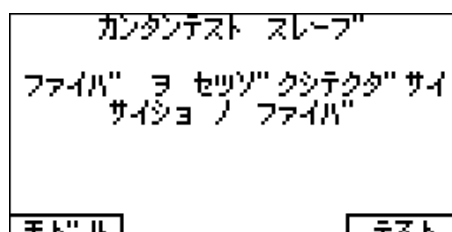

図 3.7.2-4 光ファイバ接続画面:スレーブ
7. 測定する光ファイバを接続し、2 台とも「テスト」キーを押します。カンタンテスト測定画面(図 3.7.2-5 参照)が表示され、測定が自動的に始まります。